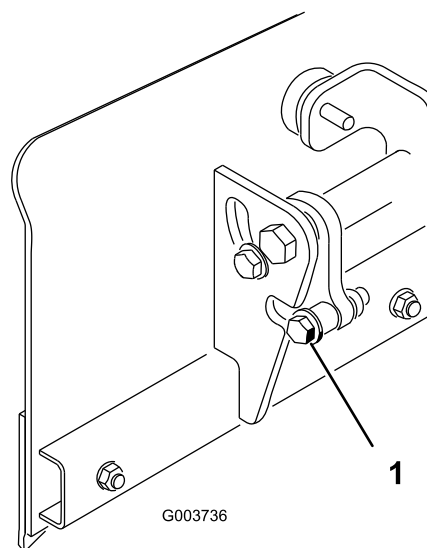

Figura 4
2. Retire a anilha do parafuso do batente e o espaçador de ambos os lados da lâmina (Figura 4). Guarde os componentes para instalação posterior.